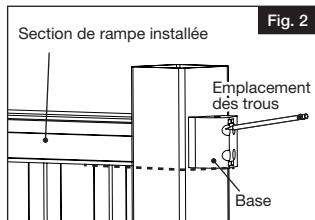

Fig. 2
- Dans le cas d'une rampe de 42 po (106,6 cm) de hauteur, installer le support en queue d'aronde du haut à $37\frac{1}{2}$ po (96,2 cm) du haut de la surface de montage et installer le support du bas à $1\frac{1}{2}$ po (3,81 cm) de la surface de montage (Fig. 2).
- En tenant la base du support contre le poteau, utiliser un crayon pour marquer l'emplacement sur le poteau des quatre trous de vis pour le support en angle (Fig. 2).
- Assembler la section de rampe d'escalier en enclenchant les barreaux dans la traverse inférieure (Fig. 2).